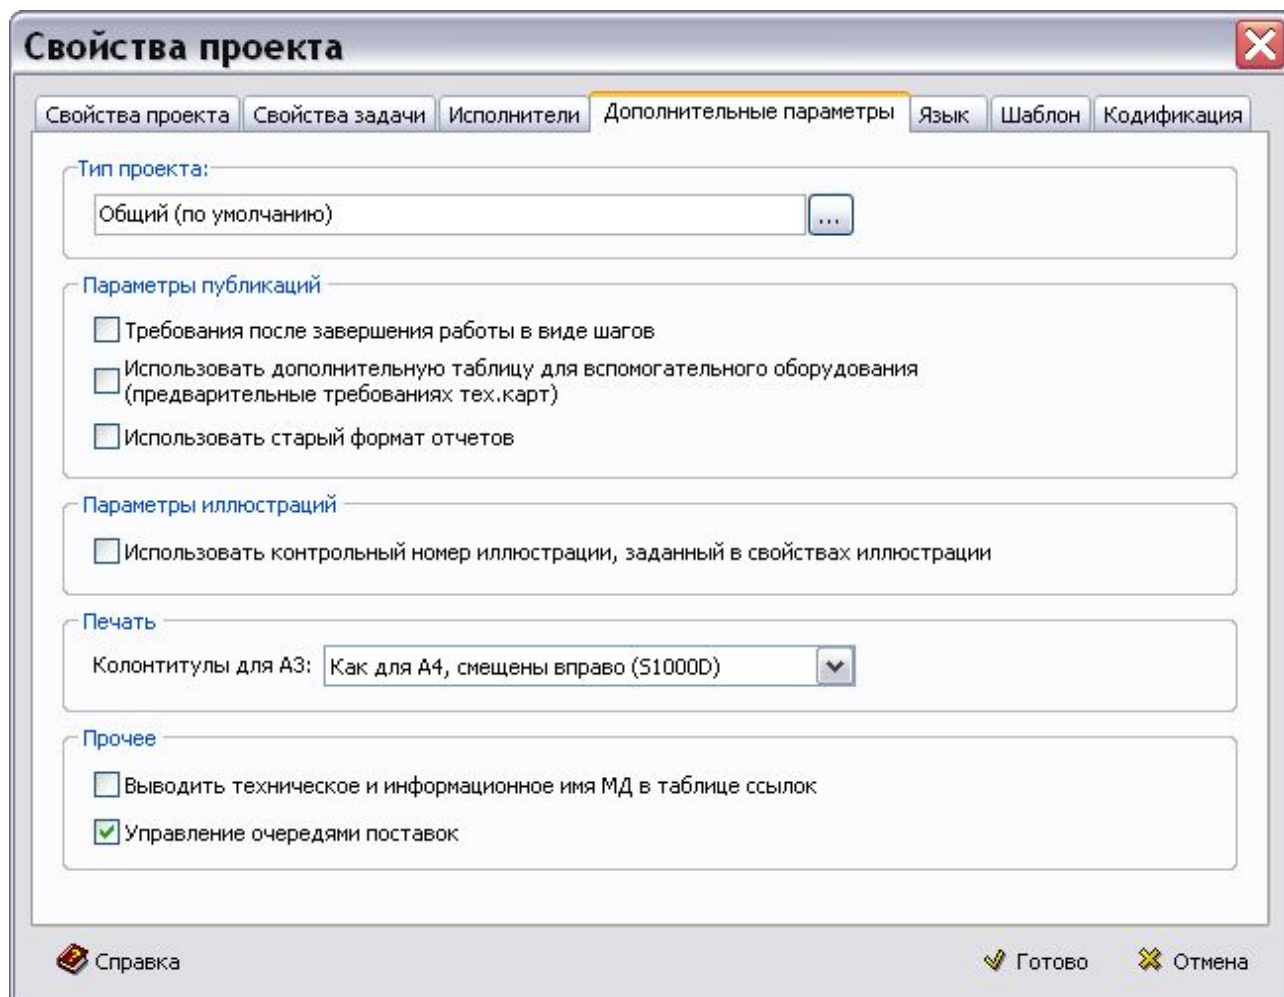

Рис. 11.1
4. Перейдите на вкладку **Дополнительные параметры** (Рис. 11.1).